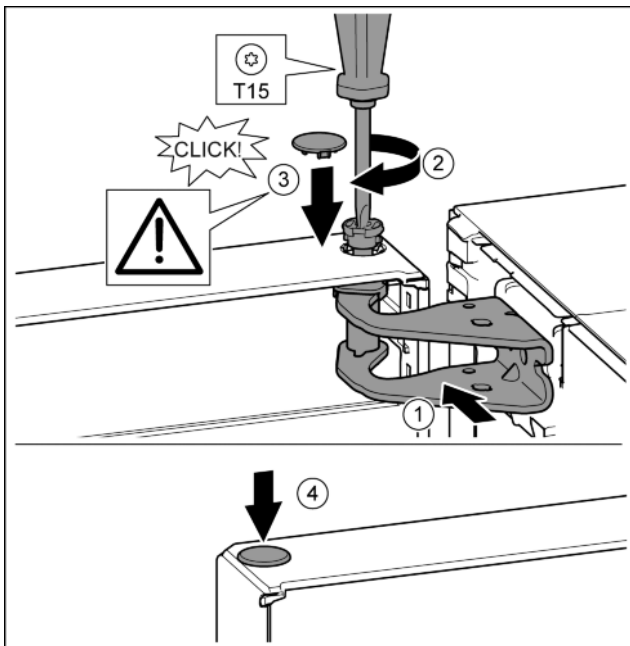

Fig. 17
- ▶ Fent igazítsa a csapágybak nyílásához az ajtót. Fig. 17 (1)
- ▶ Helyezze be a csapot, és a T15 csavarhúzóval húzza meg. Fig. 17 (2)
- ▶ Az ajtó biztosítása érdekében szerelje fel a biztonsági fedelet: Helyezze fel a biztonsági fedelet, és ellenőrizze, hogy felfekszik-e az ajtóra. Egyébként a csapszeget teljesen helyezze be. Fig. 17 (3)
- ▶ Helyezze be a dugót. Fig. 17 (4)